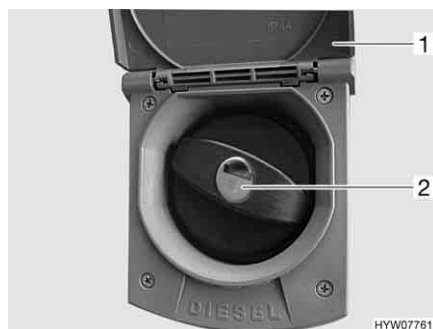

Fig. 21 Coperchio per bocchettone di riempimento per il rifornimento di carburante
- Alzare lo sportello (Fig. 21,1) verso l'alto.
- Inserire la chiave nel cilindro della serratura (Fig. 21,2) e ruotare in senso antiorario.